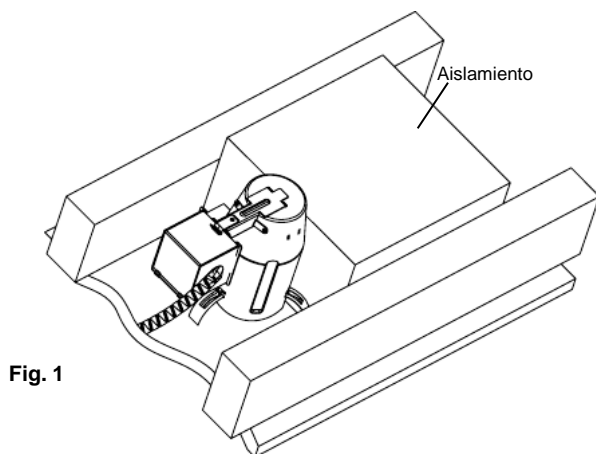

Fig. 1
**NOTA:** Esta es una lámpara tipo IC. Puede entrar en contacto directo con aislamiento térmico. Puede ser completamente recubierta con aislamiento térmico como se muestra abajo. Adicionalmente, todas las partes de la lámpara pueden entrar en contacto directo con cualquier material combustible, como por ejemplo una viga de techo o un tablero de piso. (Fig. 1)
2. Descarta cualquier aislamiento de modo que dejes los 3” (7,6 cm) de espacio especificados en la sección de **PRECAUCIÓN** que está al principio de estas instrucciones. (Ver Fig. 1)